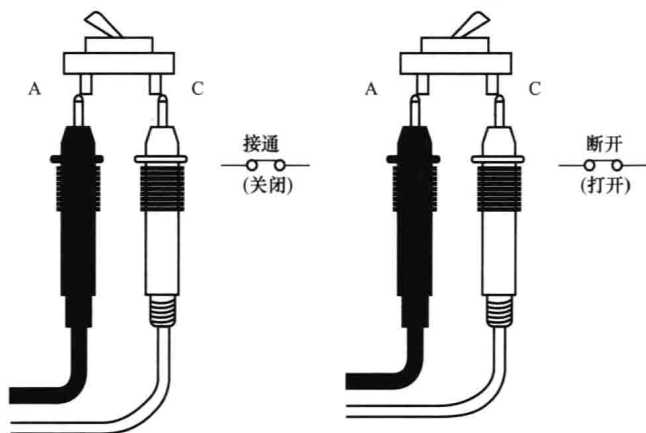

图 1-28 检测带开关电位器开关的好坏
(1) 先旋动电位器轴柄，检查开关是否灵活，接通、断开时是否有清脆的咯哒声。
(2) 再将万用表置于电阻挡的 $R \times 1$ 挡，两表笔分别接开关的两个外接焊片 A、C，旋转电位器旋柄使开关交替地“接通”与“断开”，如图 1-28 所示，观察指针指示，开关“接通”时指针应指向电阻刻度尺最右边 0Ω ，万用表读数应为零。开关“断开”时指针应指向电阻刻度尺最左边 ∞ ，万用表读数应为无穷大。